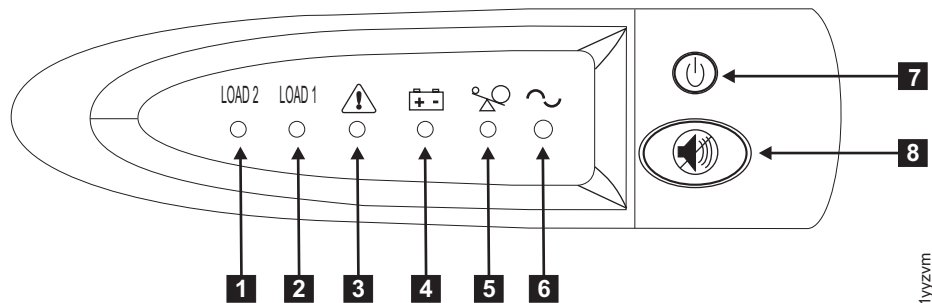

図 27. 2145 UPS-1U フロント・パネル・アセンブリ
8. オン/オフ・ボタン (図 27 の **7**) を約 5 秒間押したままにします。オン/オフ・ボタンを押すのに、先が尖った道具 (ねじ回しなど) を使用する必要があります。2145 UPS-1Uが自己診断テストを行う間、フロント・パネル・インディケータは始動シーケンスを循環します。